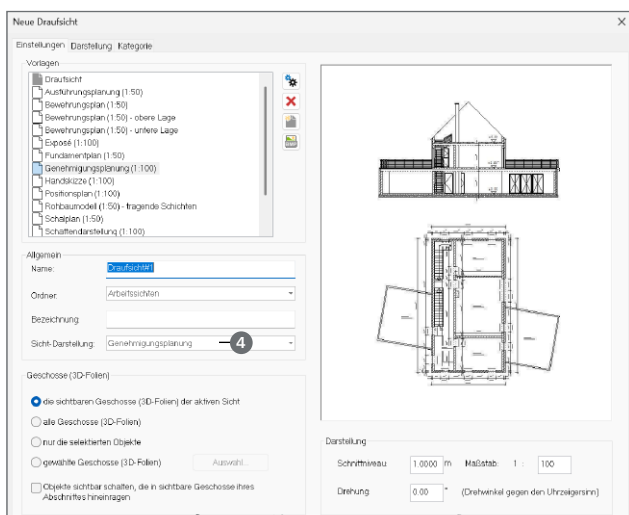

Bild 4. Dialog – Neue Draufsicht
Bereits beim Erzeugen einer neuen Sicht ist in der Sichtvorlage eine zugehörige Sicht-Darstellung (4) ausgewählt (Bild 4).